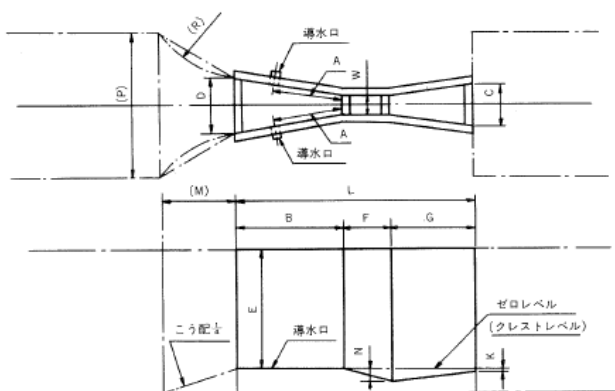

図1 パーシャル・フリュームの形状
- (注 1) スロート幅とパースナル・フリュームの形状の関係を図 1 および表 4 に示します。